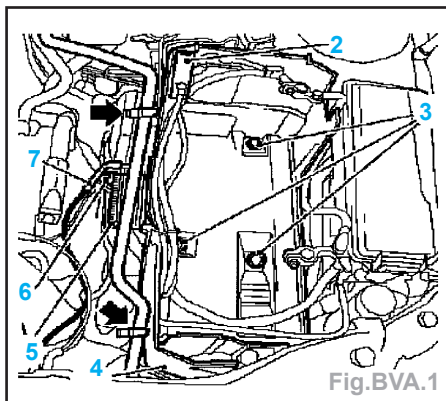
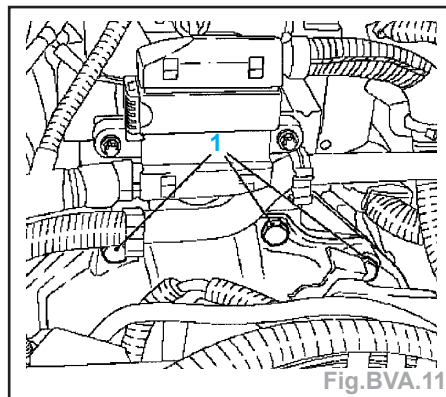

Fig.BVA.1
Fig. BVA.11
- Déposer le caisson de batterie (Fig.BVA.1) :
- dégraffer le support du répartiteur positif (2) par le haut,
- déclipser le recouvrement avant (4),
- desserrer les 3 vis (3),
- Déposer le caisson de batterie (Fig. BVA.1) :
- déclipser l'appareil de commande de temps de préchauffage (5) par le haut,
- déverrouiller et retirer la fiche de faisceau de câbles de l'électrovanne (6),
- débrancher la conduite à dépression supérieure (7) de l'électrovanne,
- dégrafer le support du répartiteur positif (2) par le haut,
- Déposer les 3 vis supérieures (1) de la boîte de vitesses (Fig. BVA.11).